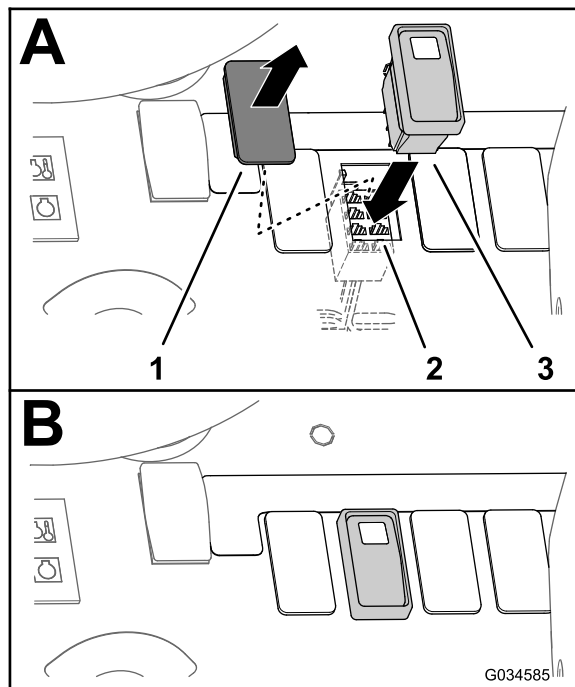
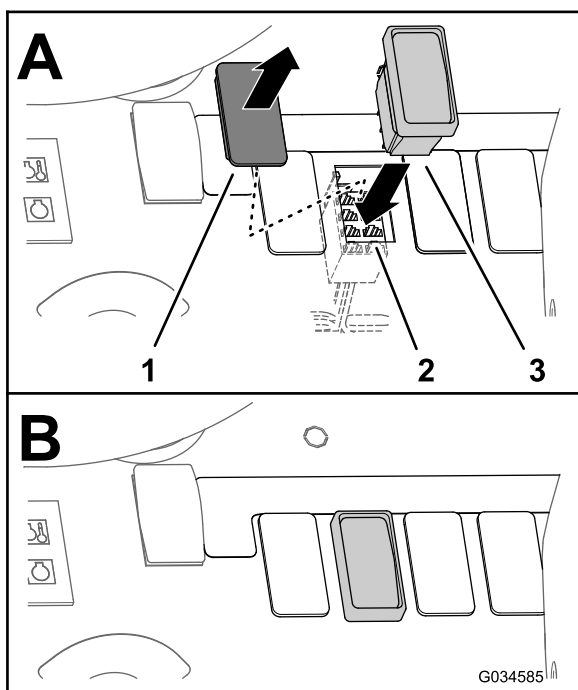

Figura 36
Figura 37
- Rimuovete il tappo dell'interruttore del serbatoio di lavaggio dal cruscotto (Figura 36 o Figura 37).
3. Disponete il connettore a 8 prese verso il foro aperto nel cruscotto (Figura 36 o Figura 37).
4. Collegate l'interruttore a 3 posizioni nel connettore a 8 prese attraverso il pannello del cruscotto (Figura 36 o Figura 37).
5. Inserite l'interruttore a 3 posizioni nell'apertura del pannello del cruscotto fino a quando il fermo dell'interruttore non scatta saldamente in posizione nel cruscotto (Figura 36 e Figura 37).